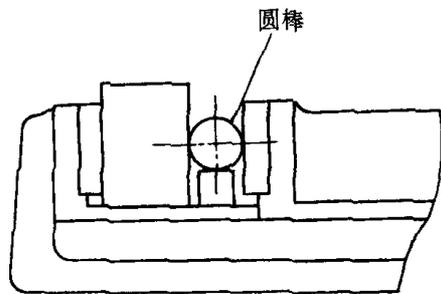

图 a-30 用圆棒夹紧工件
2) 经粗加工的工件的装夹选择工件上一个较大的粗加工表面作基准面，将其靠向平口钳固定钳口面或钳体导轨面上进行装夹。工件的基准面靠向固定钳口面时，可在活动钳口与工件间放置一圆棒，圆棒要与钳口上平面平行，其位置在钳口夹持工件部分高度的中间偏上。通过圆棒夹紧工件，能保证工件的基准面与固定钳口面很好地贴合，见图 a-30。